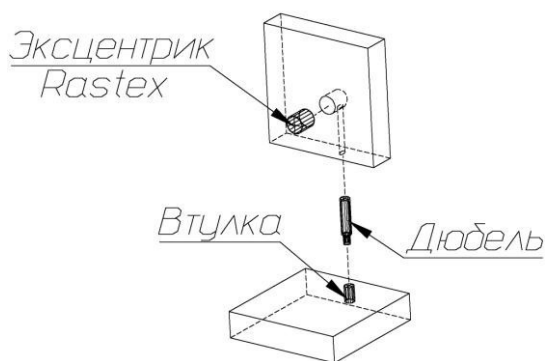

Рис. 1
1. В боковые стенки (3), (4), горизонтальные щиты (22), планку верхнюю переднюю (23), планку верхнюю заднюю (24) в имеющиеся отверстия установить эксцентрики, таким образом, чтобы стрелка была повернута в сторону отверстия в торце.
В установленные муфты эксцентриковых стяжек на боковых стенках (3), (4), перегородке (21), верхнем щите (20), нижнем щите (19) ввернуть дюбели, в соседние отверстия установить шканты (рис. 1).
2. Установить монтажные планки петель на боковые стенки (3), (4) с помощью комплектных винтов.
3. Установить полкодержатели в отверстия на перегородке (21) и боковой стенке (3).